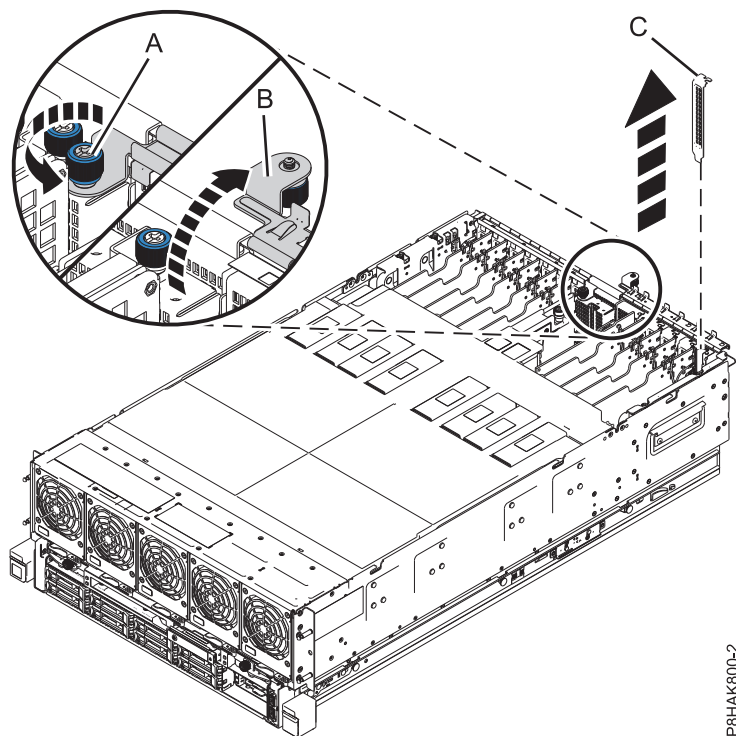

Figura 7. Remover um preenchimento de uma ranhura do adaptador PCIe no sistema 8408-44E ou 8408-E8E
- a. Desaparafuse o parafuso de aperto manual da calha de retenção de E/S até este ficar totalmente solto. Consulte (A) na Figura 7 na página 12.
- b. Abra a calha de retenção de E/S rodando-a para cima e para fora do sistema. Consulte (B) na Figura 7 na página 12.
- c. Para remover o preenchimento, segure no preenchimento (C) com cuidado pela respectiva extremidade superior ou pelo contraponto e remova-o do sistema. Consulte a Figura 7 na página 12.